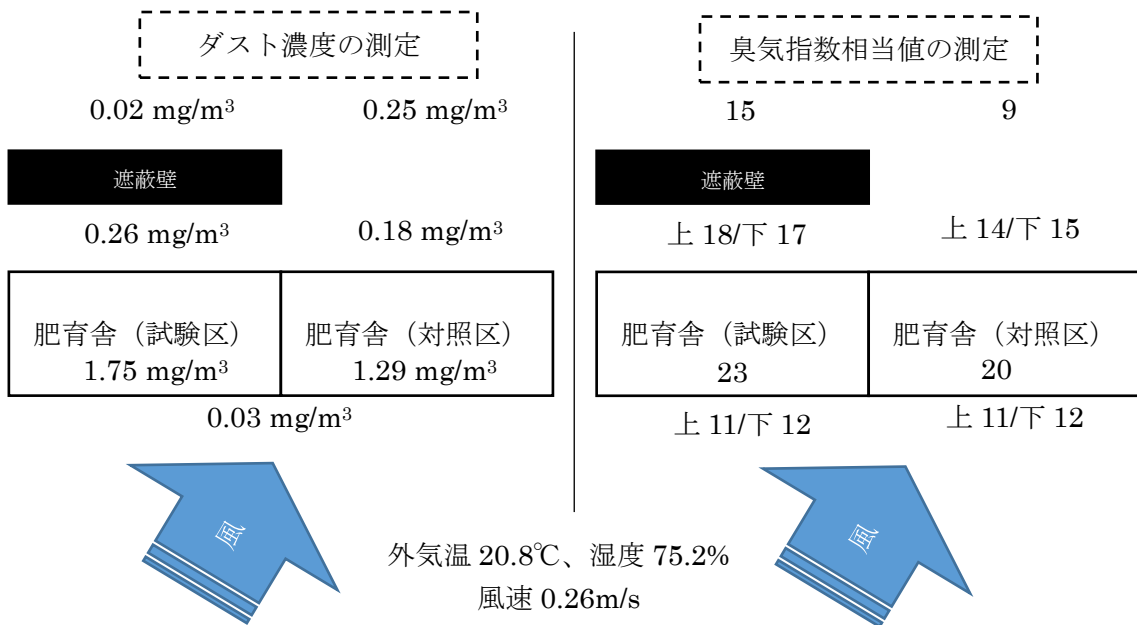

図2 各測定地のダスト濃度と臭気指数相当値
- (2) 建設用足場（ピケ足場）と農業用 PO フィルムを用いて、遮へい壁を肥育豚舎風下側に設置しました。構造物は、豚舎の棟高さ（むね：5m）分離れた位置に、軒高さ（のき：3.3m）とした。ダストとガスは遮蔽壁と豚舎の間で淀み、ゆっくりと拡散することを示しました(写真1)。肥育豚舎を二つに区分（遮蔽壁設置側を試験区、その反対を対照区）して、ダスト濃度と臭気を測定した結果、豚舎と遮蔽壁の間で、ダストと臭気が滞留した(図2)。
- (3) 豚舎と壁の間の淀みでスプリンクラー等の対策を講じることでダストおよび臭気の拡散を抑制することが可能と考えられた。